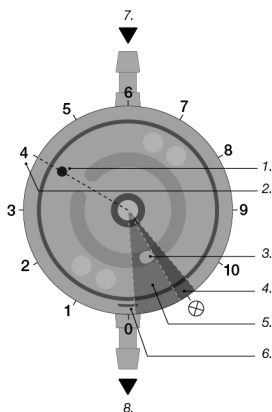

Fig. 10: Representação esquemática do rotor na imagem radiográfica
Neste processo, a posição da entrada do canal (1), determinada com base na posição do rotor, é decisiva (Fig. 10).
X. A posição da entrada do canal (1) indica o nível de redução do fluxo (2) ajustado (Fig. 10). Se a posição da entrada do canal se encontrar na zona marcada a cinzento escuro (4), significa que a unidade de redução do fluxo e, conseqüentemente, o sistema shunt, estão fechados (gama de corte do shunt „M.flow off“ ⊗). Para evitar uma leitura invertida do nível de redução do fluxo, o batente do rotor (3) serve como orientação – numa vista de cima sobre a válvula implantada, como na Fig. 10, o batente do rotor é visível no lado inferior direito.